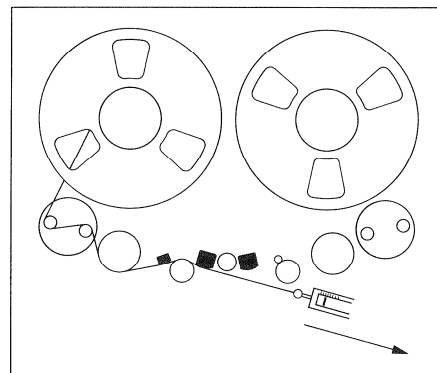

Fig. 4.11
1. Bandzug-Einstellung linker Wickel-motor (SUPPLY): NAB-Leerspule mit ca. 2 bis 3 m Band auf den linken Wickel-adapter auflegen. Bandanfang bis zum Auf-nahmekopf einschlaufen1 und Federwaage (0 ... 500 gr) am Bandanfang einhängen (Fig. 4.11).
1. Tape tension setting for left-hand spooling motor (SUPPLY). Mount NAB reel containing approx. 2 to 3 m of tape on the left-hand reel adaptor. Thread tape to record head and attach spring scale (0 ... 500 p) at leading tape section (fig. 4.11).